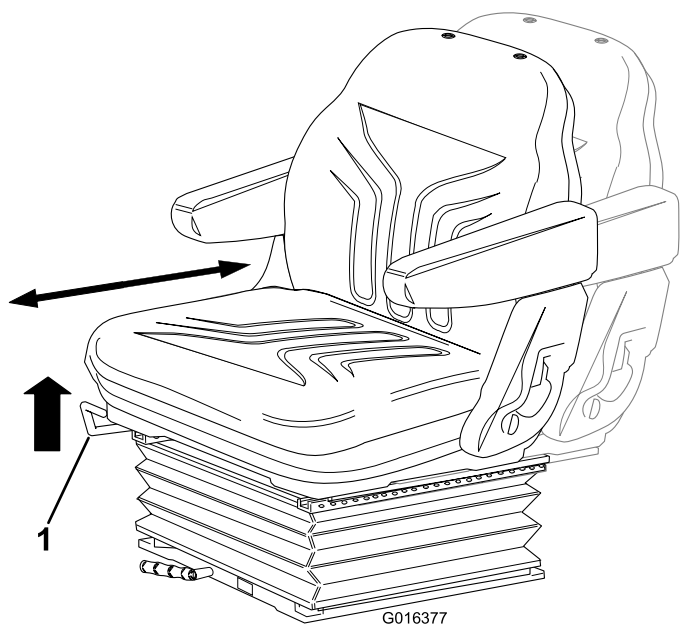

Рисунок 22
- Переведите рычаг вверх для регулировки положения сиденья в продольном направлении (Рисунок 22).